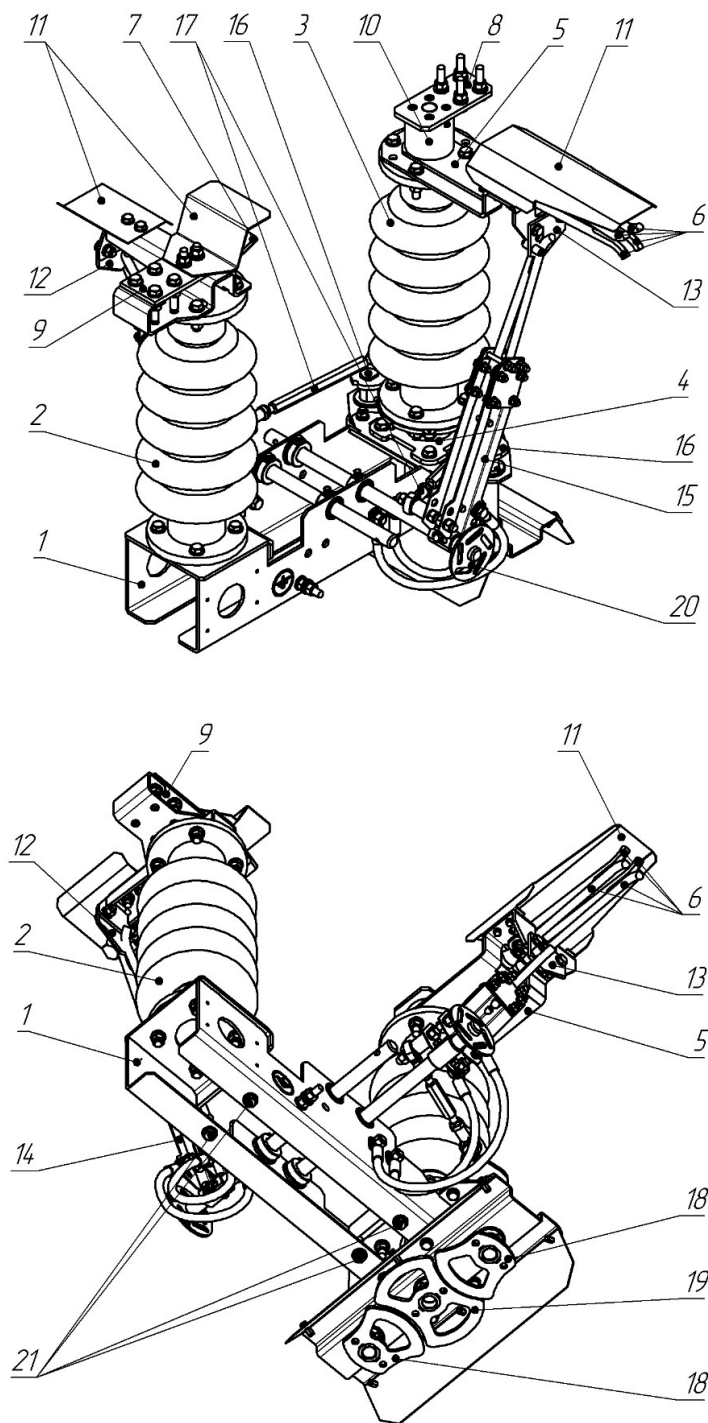

Рисунок 4.3 Устройство и основные части ведущего полюса разъединителя
4.1 Устройство и основные части ведущего полюса разъединителя показаны на рис. 4.3.